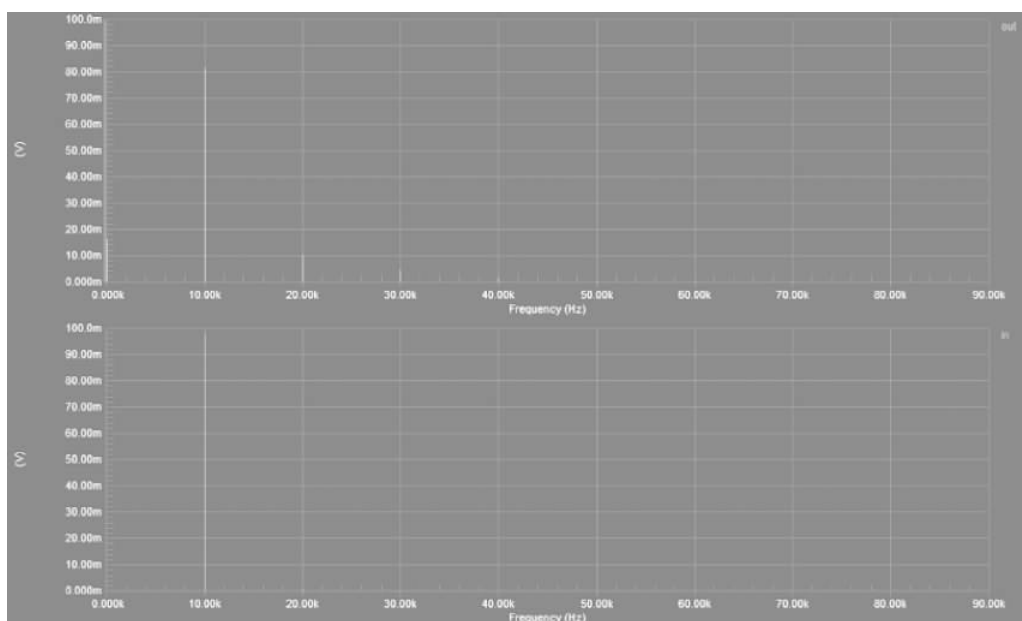

图 3-59 傅里叶分析结果
(2) 看到如图 3-59 所示的傅里叶分析的结果,很明显发生失真。